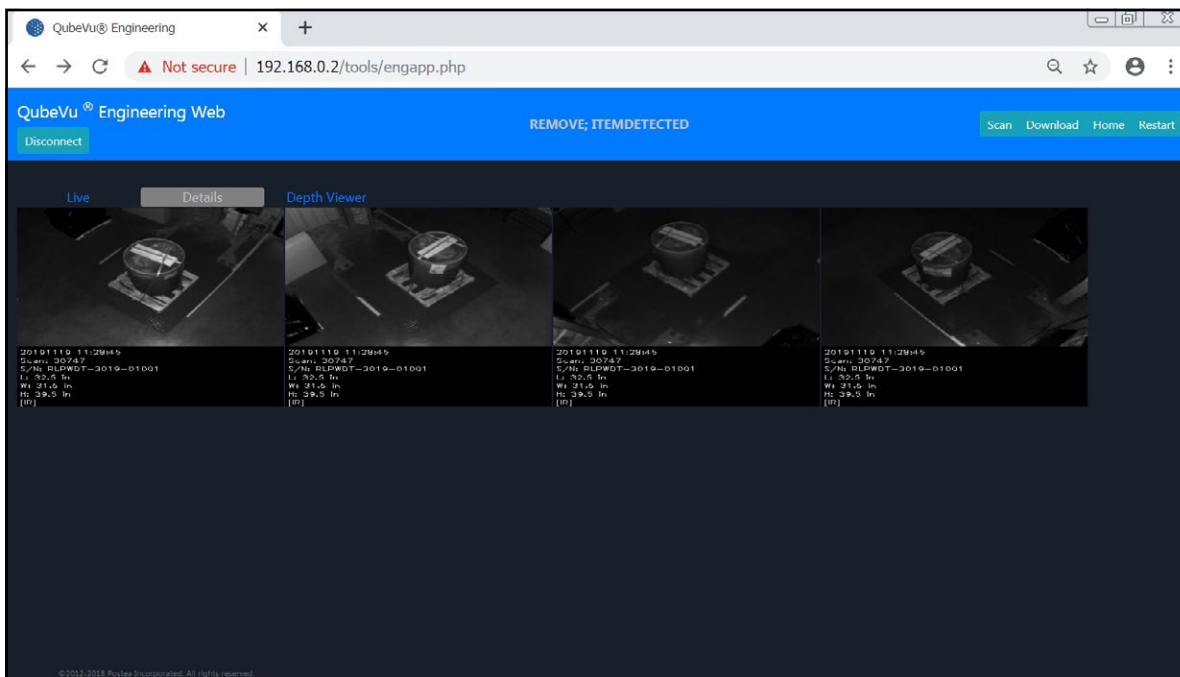

Figura 12-1. Aplicación de ingeniería
**NOTA:** **Connect** se encuentra en el mismo lugar que **Disconnect**. Figura 12-1 es para referencia.
**NOTA:** **Details** puede no estar disponible hasta que el dispositivo detecte un objeto. Figura 12-1 es para referencia.